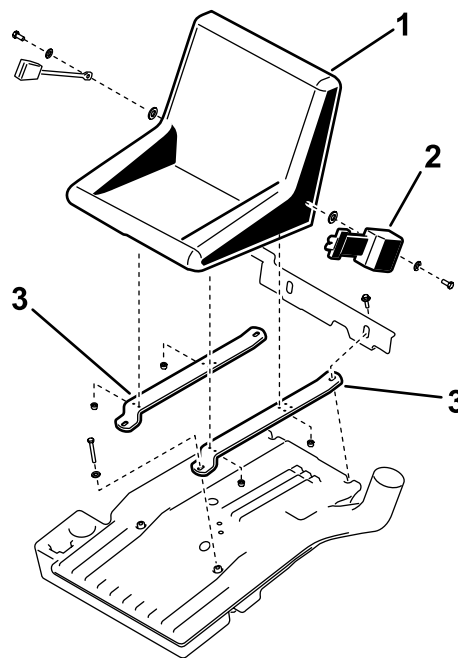

图1
1. 卸下将座椅支撑箍带固定至油箱上的 4 个螺栓和垫圈 图1。
3. 卸下并丢弃将安全带固定至现有座椅的螺栓和垫圈 图1。
4. 卸下并丢弃将座椅固定至座椅支撑箍带的 4 个锁紧螺母 图1。